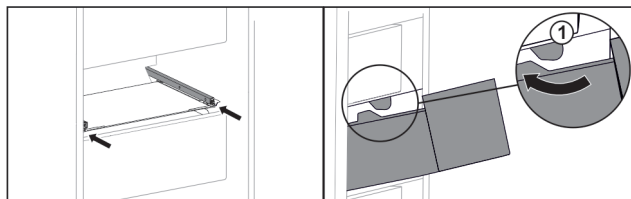

Fig. 136
- ▶ Umetnite ladicu oko zaustavljača Fig. 136 (1).